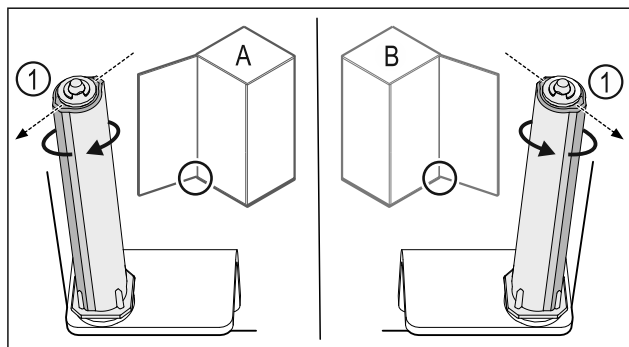

Fig. 37 Levý doraz (A) / pravý doraz (B)
- ▶ Otáčejte uzávěracím systémem proti odporu, dokud nebude lamela uzávěracího systému Fig. 37 (1) ukazovat směrem ven.